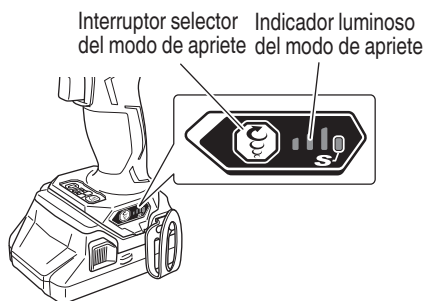

Fig. 16
10. Función del selector de modo de apriete (Fig. 16)